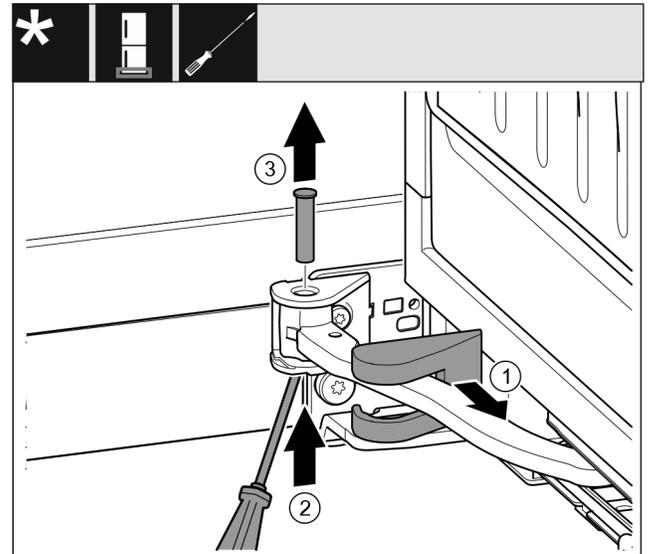

Fig. 17
- ▶ Lagerbockabdeckung Fig. 17 (1) abziehen und entlang des Gelenks verschieben.
- ▶ Bolzen Fig. 17 (2) mit Schraubendreher von unten anheben.
- ▶ Bolzen Fig. 17 (3) von oben herausziehen.